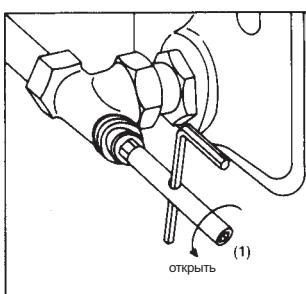

Рис. 5
- 3.3 Ослабить вставку вентиля шестигранным ключом SW 10 (1) поворотом влево (макс.  $\frac{1}{4}$  оборота) (рис. 5).